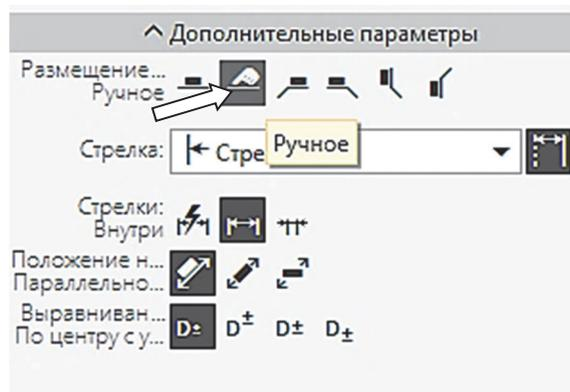

Рис. 3.4-4
6. Выбрать местоположение размерного числа. Для этого на вкладке **Дополнительные параметры** в строке **Размещение** выбрать **Ручное** (рис. 3.4-4).